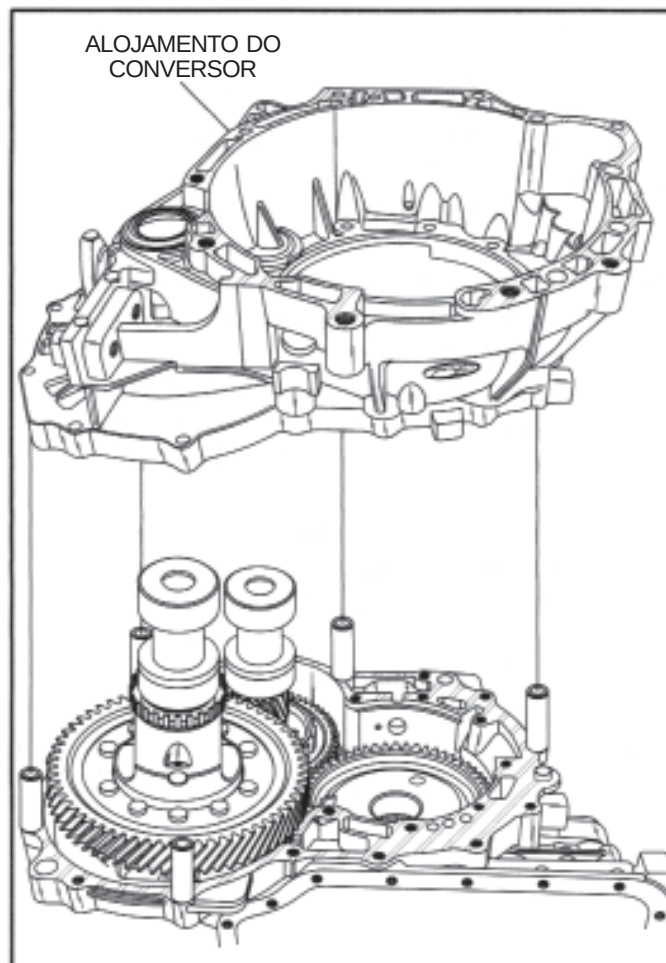

Figura 139
55. Coloque cuidadosamente o alojamento do conversor sobre a carcaça da transmissão, conforme ilustrado na Figura 139.